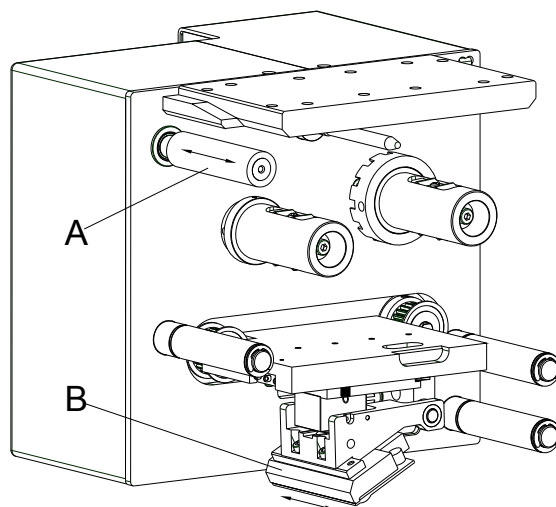

Figura 20
2. Pulire la superficie della testina di stampa (B, Figura 20) con un pennino speciale per pulizia o un bastoncino d'ovatta imbevuto d'alcol.